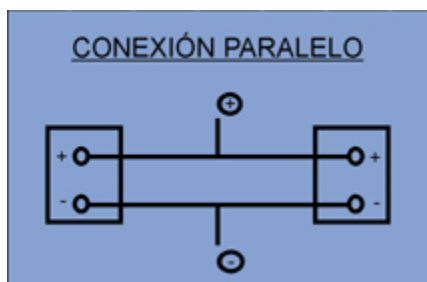

Fig. 2
- A continuación se acciona el motor de arranque del vehículo que se pretende poner en marcha. **(Fig. 2)**